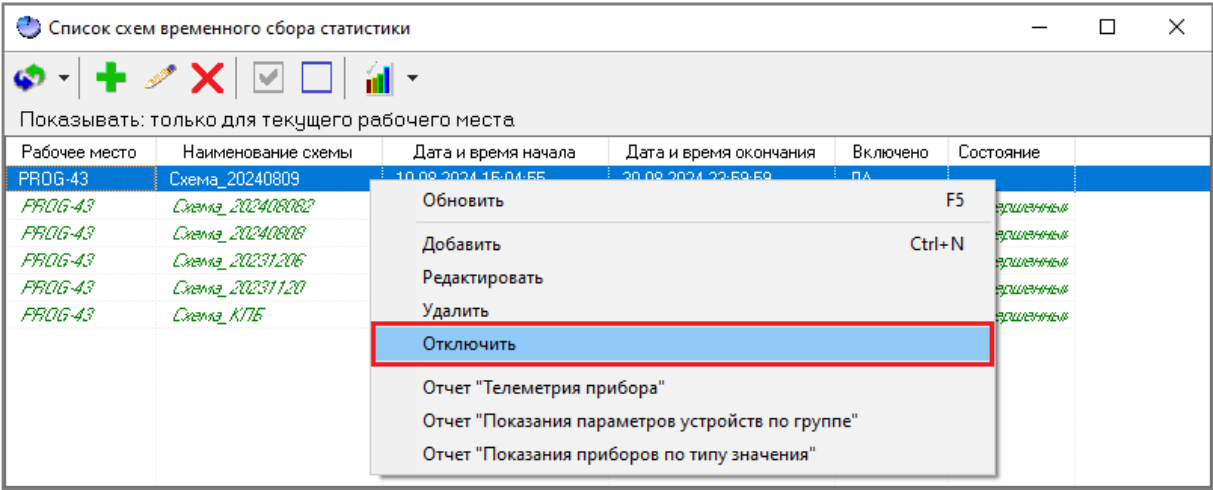

Рисунок 11-121 Отключение схемы ВСС через контекстное меню области списка схем ВСС окна "Список схем временного сбора статистики"
- либо вызовите контекстное меню области списка схем ВСС (см. п. 11.6.1.2.1) окна «Список схем временного сбора статистики» и выберите в нем пункт «Редактировать» (см. Рисунок 11-121).